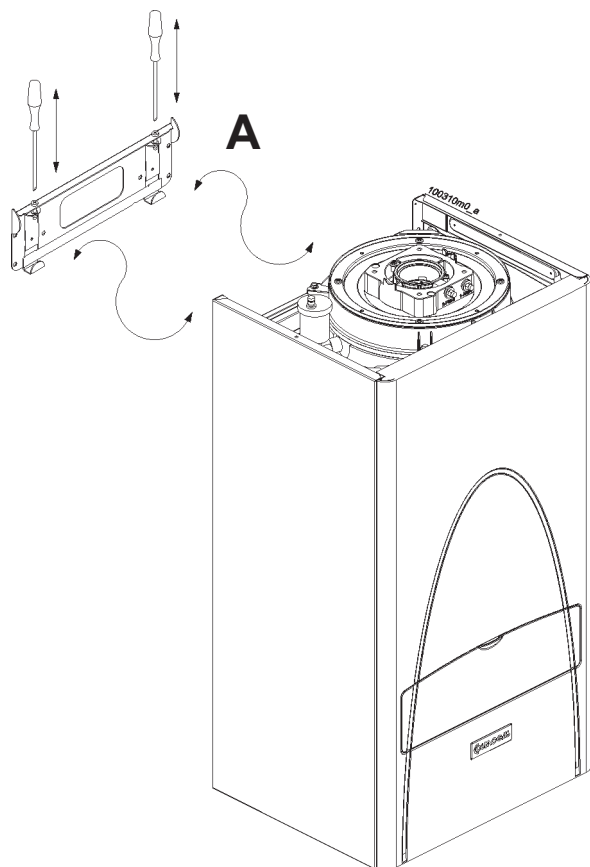

Рисунок 4 - Регулируемая пластина для установки на стену
- зафиксировать настенную пластину "А" (рис.4) ввернув монтажные винты в стенный вкладыш